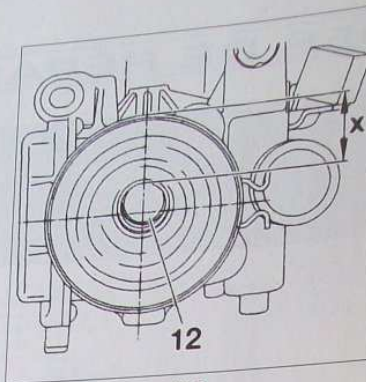

FIG. 8
- Contrôler la position de la rotule (12) de l'actionneur (Fig.8). La cote "X" doit être comprise entre 25 et 30 mm.
- Contrôler la présence de graisse dans le logement de la rotule (12) (Fig.8). Graisser au cas où il n'y en aurait pas assez.